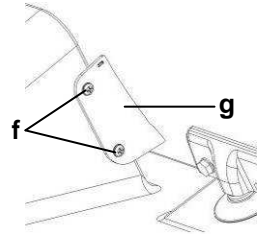

Fig. 11
- Desserrer à l'aide d'un tournevis adapté les vis (f) du système de sécurité (g) à l'arrière de la trancheuse et le retirer. (Fig. 11).